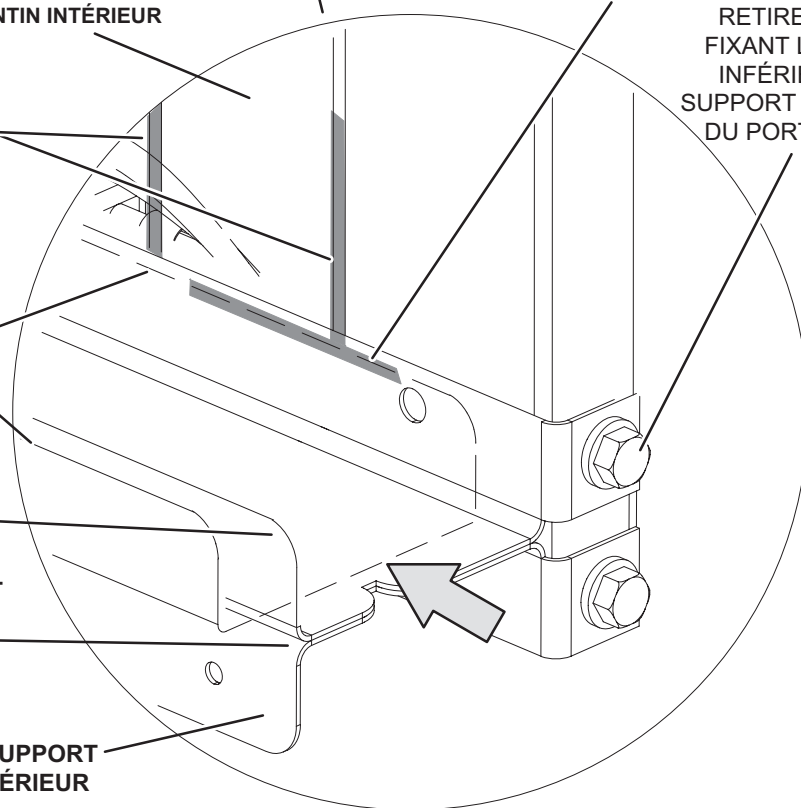

FIGURE 35
L'ionisateur facultatif de type brosse produit des ions positifs et négatifs pour nettoyer l'air et réduire la quantité de contaminants présents dans l'air. L'ionisateur a été conçu pour nécessiter peu d'entretien. L'unité doit être vérifiée deux fois par an pour s'assurer que les brosses sont propres et garantir ainsi un débit maximal. L'ionisateur est situé derrière les filtres. Voir FIGURE 35.
- 1 - Retirer les filtres, les vis fixant le haut et le bas du support de filtre supérieur, ainsi que les serre-fil que les vis maintiennent en place. Voir FIGURE 35.